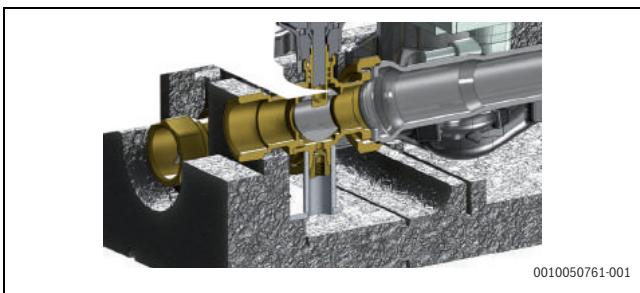
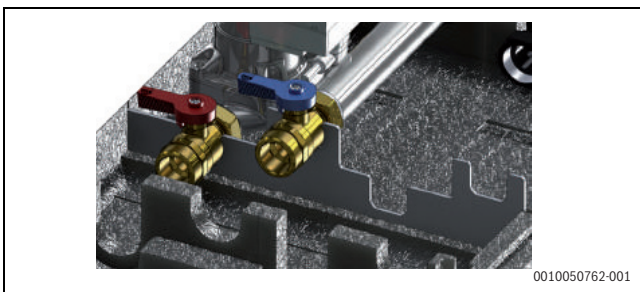

Fig. 406 Fixação da unidade de circulação DN25
Fig. 407 Fixação da unidade de circulação DN20
4. Antes de fixar o distribuidor de zona/separador hidráulico na parede, instale as unidades de distribuição na mesma. Como mostra a imagem (→ Fig. 406 e Fig. 407) preste atenção ao fixar as unidades no dispositivo antirrotação.